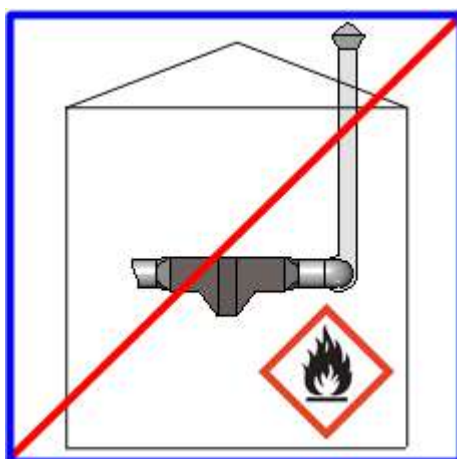

РИС. 9. ЗАПРЕЩЕНО РАСПОЛАГАТЬ ОБОРУДОВАНИЕ В ПОМЕЩЕНИЯХ С ЛЕГКОВОСПЛАМЕНЯЮЩИМИСЯ И ВЗРЫВООПАСНЫМИ МАТЕРИАЛАМИ, ЖИДКОСТЯМИ И ГАЗАМИ
- в помещениях с легковоспламеняющимися и взрывоопасными материалами (Рис. 9);